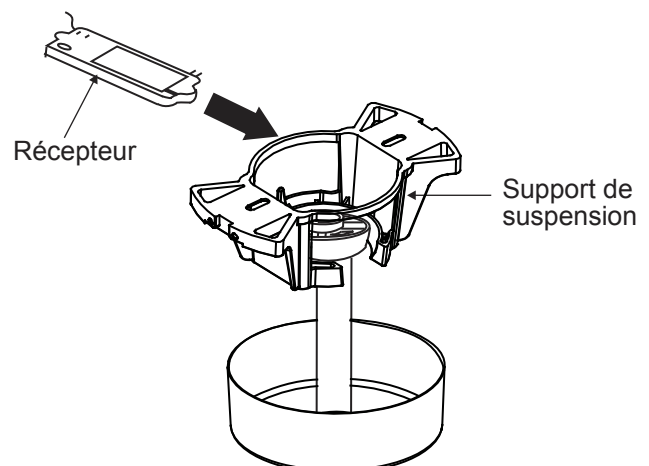

Fig. 14
**Étape 1.** Insérez le récepteur dans le support de montage au plafond avec le côté plat du récepteur faisant face au plafond. (Fig. 14)